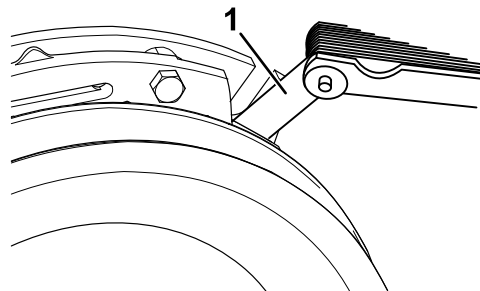
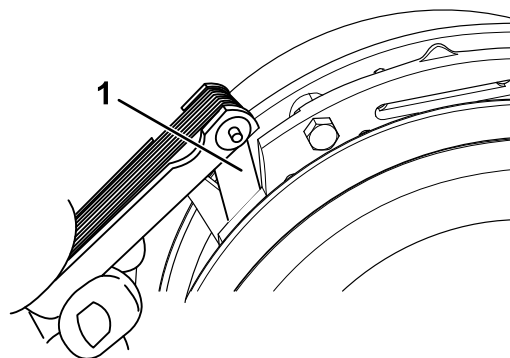

Figura 66
Figura 67
- E. Usando una galga de 0.254 mm (0.010"), compruebe la presencia de un espacio entre el rotor y la cara de la armadura en ambos lados del polo del freno, según se indica en Figura 66 y Figura 67.